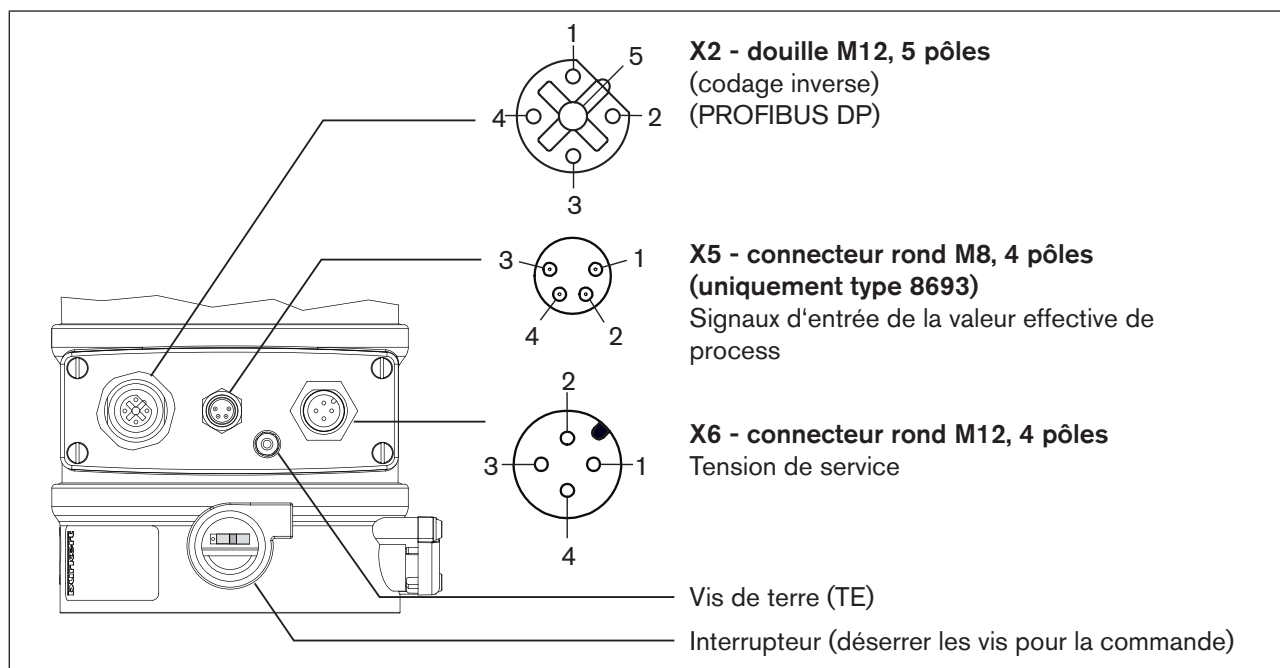

Figure 125 : Raccordement électrique PROFIBUS DP, type 8692/8693
Le boîtier électrique de raccordement est muni d'une vis sans tête avec écrou pour le raccordement à la terre (voir « Figure 125 : Raccordement électrique PROFIBUS DP, type 8692/8693 »).
*** L'interrupteur se trouve sous le raccord vissé voir « Figure 125 : Raccordement électrique PROFIBUS DP, type 8692/8693 ».